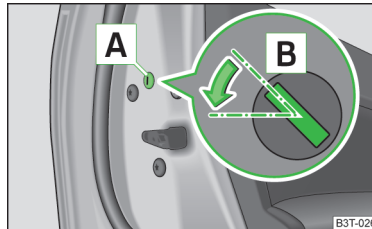

Abb. 193
- Die Blende **A** abbauen » Abb. 193.